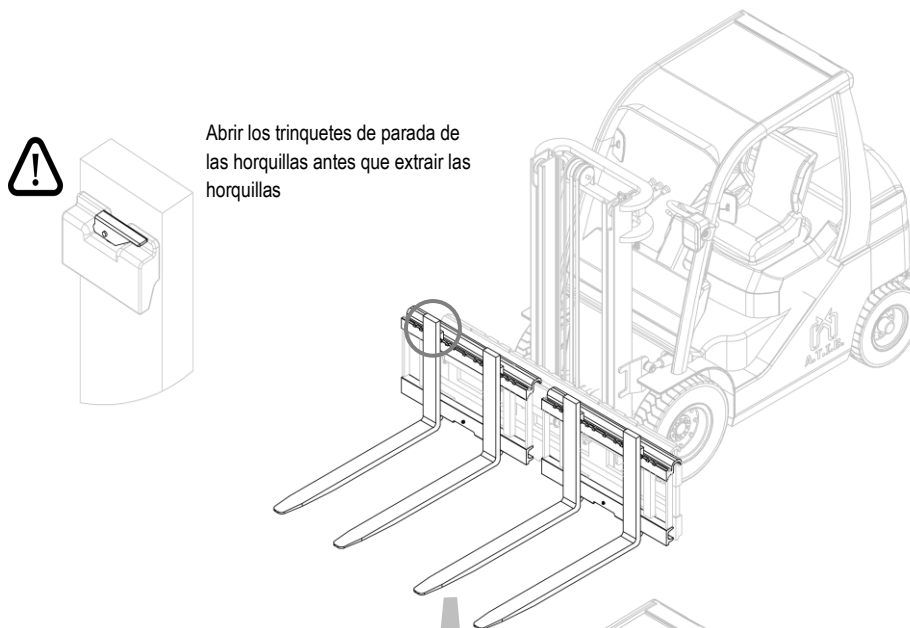
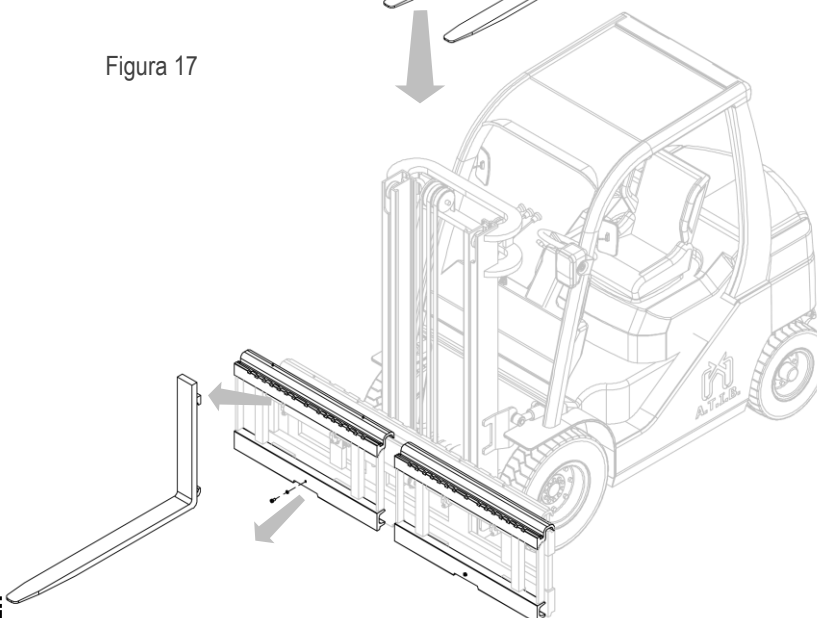

Figura 17
Figura 18
5. Mirar la *Figura 17* e la *Figura 18*.